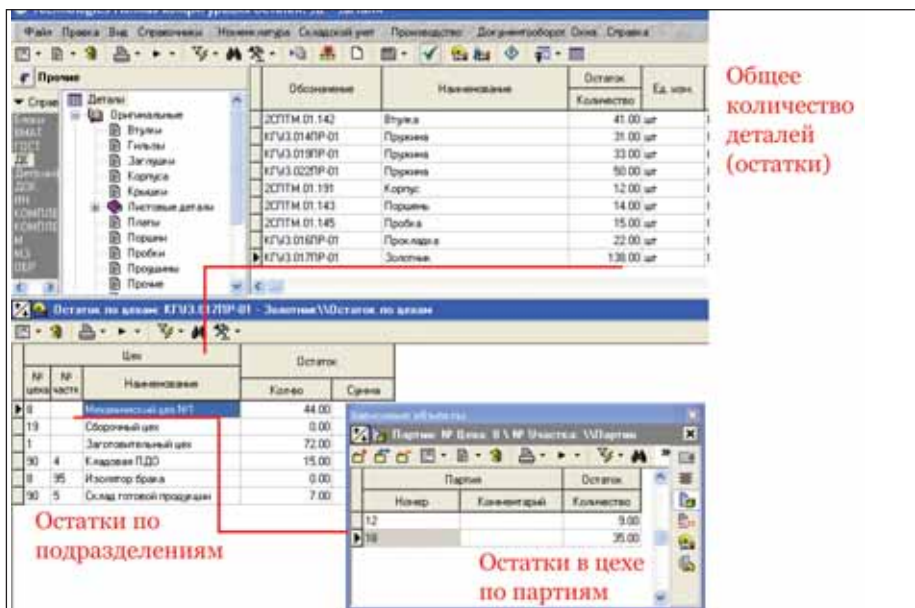

Рис. 18. Текущие остатки деталей: общие, по подразделениям в целом и по конкретным партиям
- текущее местонахождение и количество деталей по подразделениям — как всех, так и только интересующей партии (рис. 18);